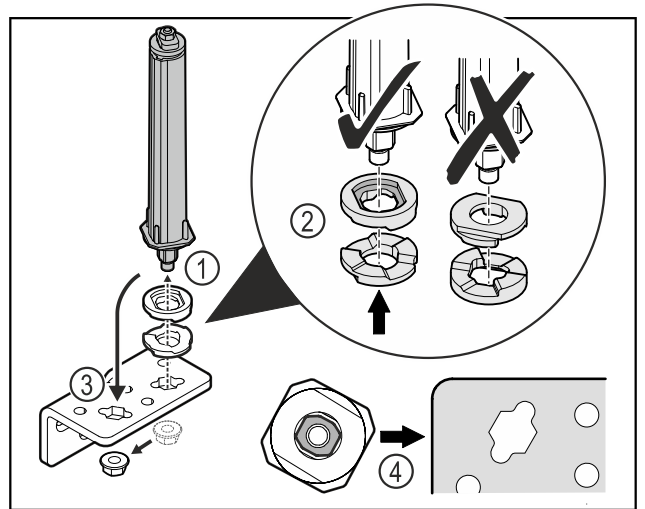

Fig. 34
- ▶ Atlaisvinkite veržlę ir pašalinkite durų uždarymo sistemą Fig. 34 (1).
- ▶ Atkreipkite dėmesį į tai, kad aukščio reguliavimo poveržlės būtų tinkamai išlygiuotos Fig. 34 (2).
- ▶ Perkelti durų uždarymo sistemą šarnyriniame kampuočiuje ir užfiksuokite veržlę Fig. 34 (3).
- ▶ Įstatydami atkreipkite dėmesį į tai, kad durų uždarymo sistema būtų tinkamai išlygiuota Fig. 34 (4).